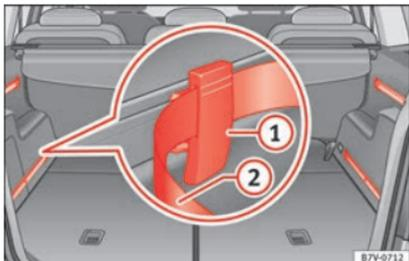

Fig. 169 Na bagageira: sistema com calhas, elementos de fixação ajustáveis ① e cinto tensor ajustável ②.
• Coloque um elemento de fixação com os sulcos para cima » Fig. 169 ① na parte superior da guia e pressione para baixo.